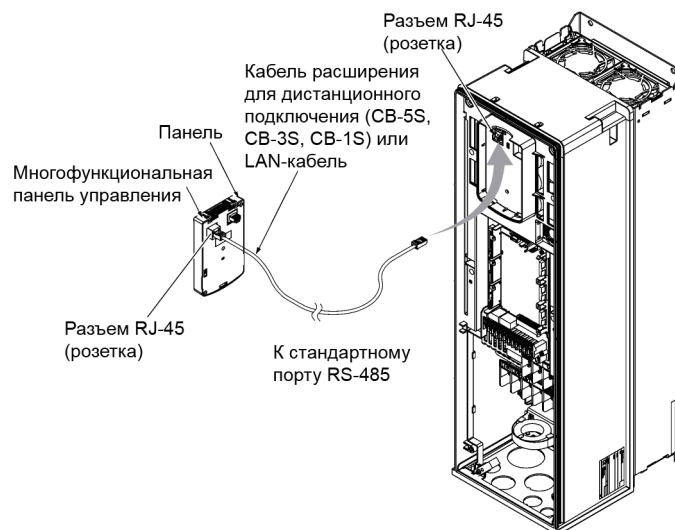

Рисунок 5.10 Подключение панели управления к инвертору с помощью кабеля расширения или с помощью обычного LAN кабеля
- (4) Подключите панель управления к инвертору с помощью кабеля расширения или обычного LAN кабеля (вставьте один разъем кабеля в порт RS-485 инвертора и второй разъем кабеля в розетку RJ-45 панели управления) (См. Рисунок 5.10).